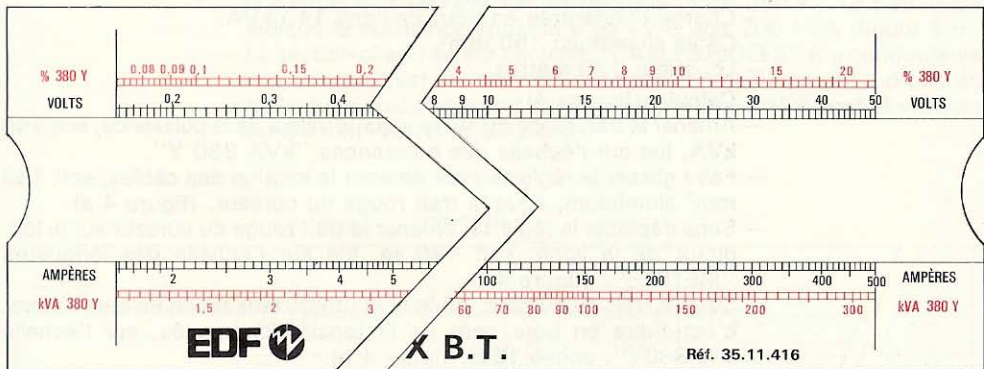

Figure 1
2.1 - La règle comprend : (figure 1)